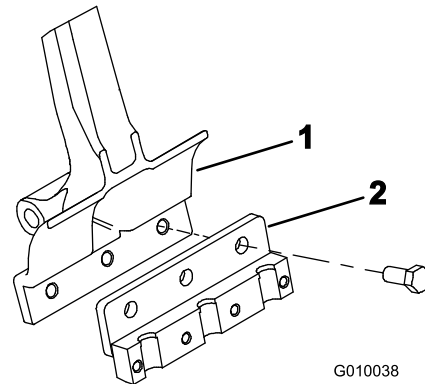

Figura 22
3. Monte un portataladro en cada brazo de taladros (Figura 22) con 3 (1/2" x 1-1/4"). Apriete los pernos a 101,6 N·m.